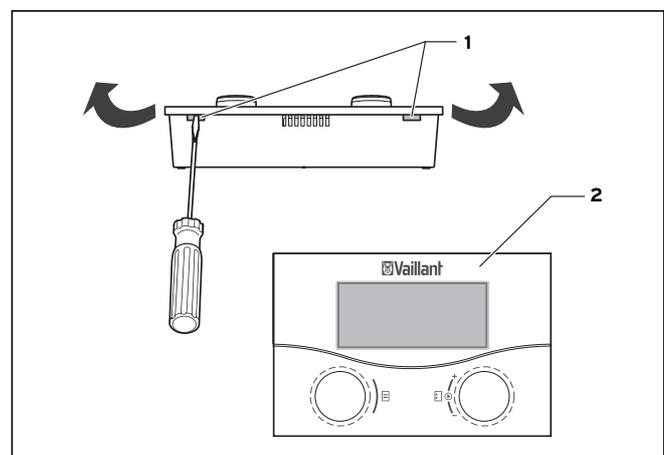

Abb. 3.1 Fernbediengerät öffnen
- Öffnen Sie das Fernbediengerät (2) mit Hilfe eines Schraubendrehers an den beiden Kerben (1) unten am Gerät entsprechend Abb. 3.1.